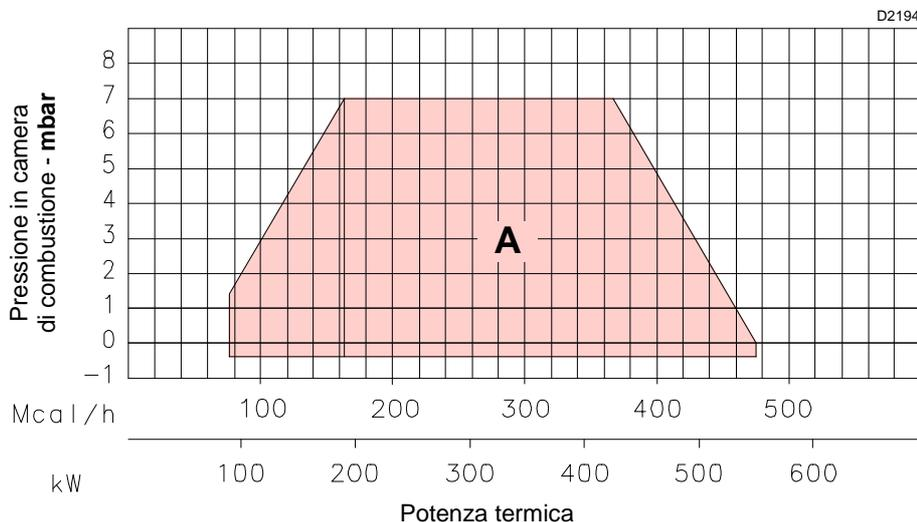

Fig. 2
- una **POTENZA MASSIMA**, scelta entro l'area A (Fig. 2).
Il campo di lavoro (Fig. 2) è stato ricavato alla temperatura ambiente di 20 °C, alla pressione barometrica di 1013 mbar (circa 0 m s.l.m.) e con la testa di combustione regolata come indicato a pag. 17.